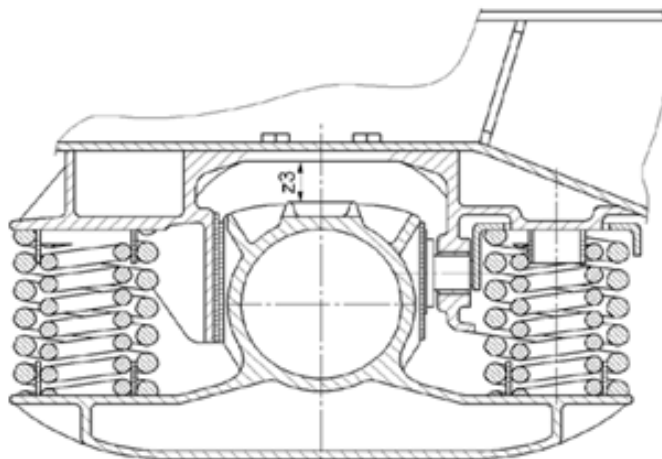

Abbildung 2: z3 Federspiel bei Schraubenfederung
- (3) Zu messen ist der Abstand z3 zwischen Radsatzlagergehäuse und Drehgestellrahmen bei leerem Wagen (vgl. Bild 2). **Schraubenfederung**